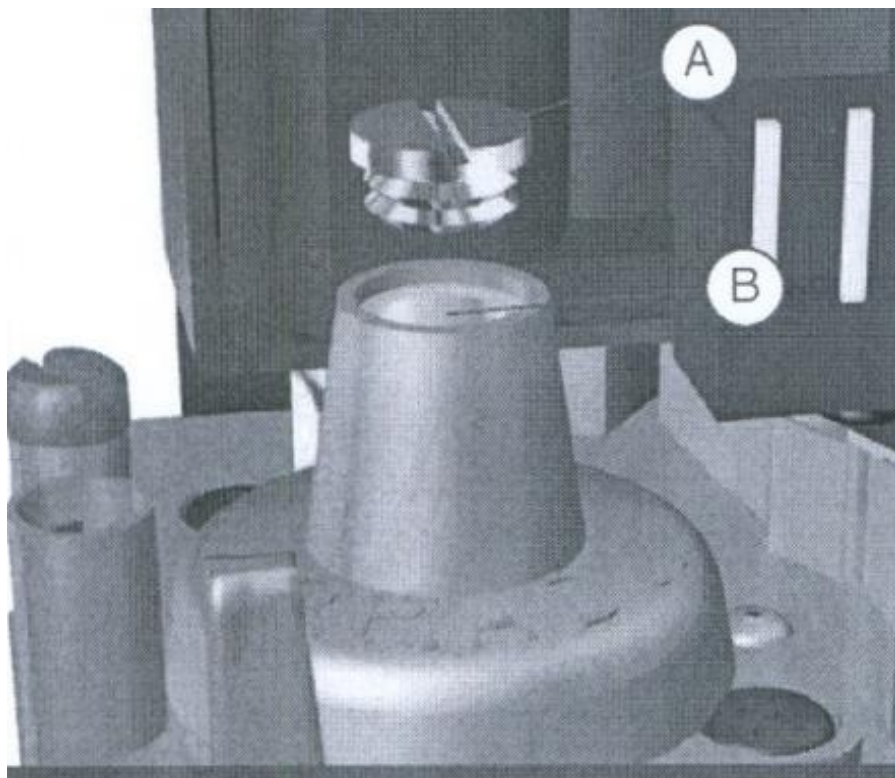

Рис. 5 Клапан VK 4100С1000
- Открутить защитную заглушку А (рис. 5) на клапане VK4100C1000 (п.3 рис.2), закрутить пластмассовый винт В до упора, установить защитную заглушку на место
- Открутить защитную заглушку А (рис. 5) на клапане VK4100C1000 (п.2 рис.2), вращая пластмассовый винт В установить давление в коллекторе горелки 1300 Па для природного газа или максимальное давление – для сжиженного. При закручивании гайки давление увеличивается при откручивании – уменьшается